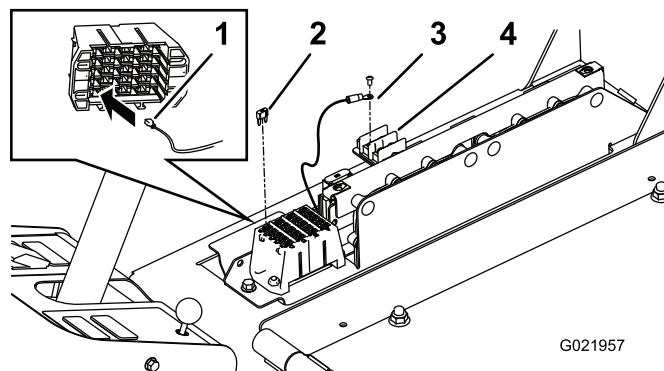

Figura 10
4. Retire el tornillo exterior que sujeta el puente al terminal de tierra (Figura 10).
5. Sujete el terminal de anillo del arnés de cables (cable de masa) al puente/terminal de tierra con el tornillo que retiró anteriormente (Figura 10).
6. Enchufe el conector plano del arnés de cables en la parte inferior de la ranura del bloque de fusibles que corresponde a la posición indicada en la pegatina (Figura 10).
7. Instale el fusible de 10 amperios en el bloque de fusibles (Figura 10).